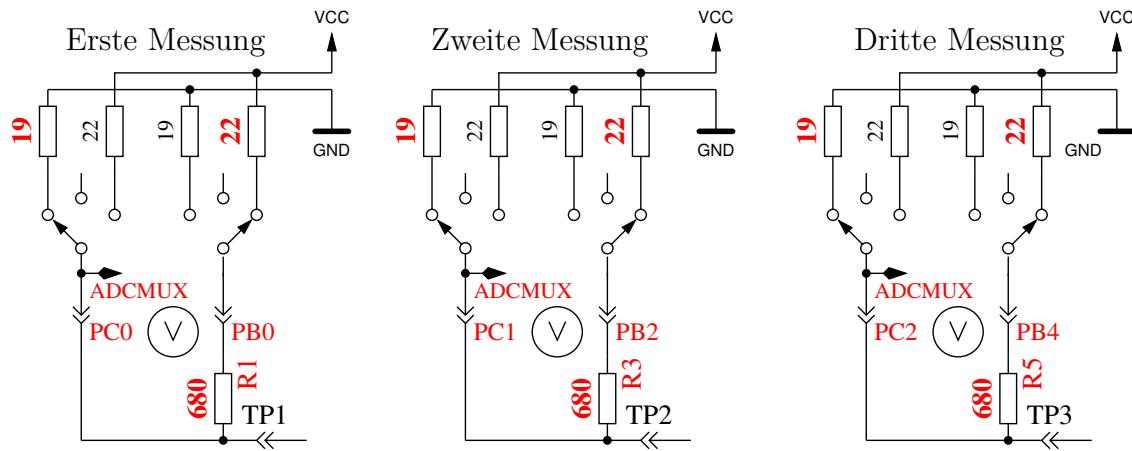

Abbildung 5.66. Messung des Innenwiderstandes von auf GND geschalteten Port-C-Ausgängen.
5. Dieser Schritt testet die **Fähigkeit von mit GND (-) verbundenen $470k\Omega$ -Widerständen (H) die Testpins auf GND zu ziehen**. Zeile 1 zeigt den Text „RH-“. Zeile 2 sollte für alle drei Pinne Null mV anzeigen.
6. Dieser Schritt testet die **Fähigkeit von mit VCC (+) verbundenen $470k\Omega$ -Widerständen (H) die Testpins auf VCC zu ziehen**. Zeile 1 zeigt den Text „RH+“. Der bestmögliche mV Wert für die drei Messungen wäre 0 in Zeile 2, da die Diffenz zu VCC dargestellt wird. Große Abweichungen vom Idealwert für Schritt 5 und 6 sind Fehler wie Isolations-Problem, Flussmittelreste oder beschädigter Port.
8. **Messung des Innenwiderstandes eines auf GND geschalteten Ausgangs.** Dieser und die folgenden Schritte werden nur bei gewählter AUTO_CAL-Option durchgeführt. Die internen Port-C-Widerstände von auf GND (-) geschalteten Ausgängen werden mit dem Strom der nach VCC (+) geschalteten 680Ω Widerstände gemessen, siehe Abbildung 5.66. Es werden nur die drei Pins des ADC-Ports vermessen, die Widerstands-Ports PB0, PB2 und PB4 können nicht ohne Veränderung der Hardware gemessen werden. Es wird angenommen, dass die Port-widerstände von unterschiedlichen Ports nahezu identisch sind. Der Widerstandswert wird im nächsten Schritt mit ausgegeben.